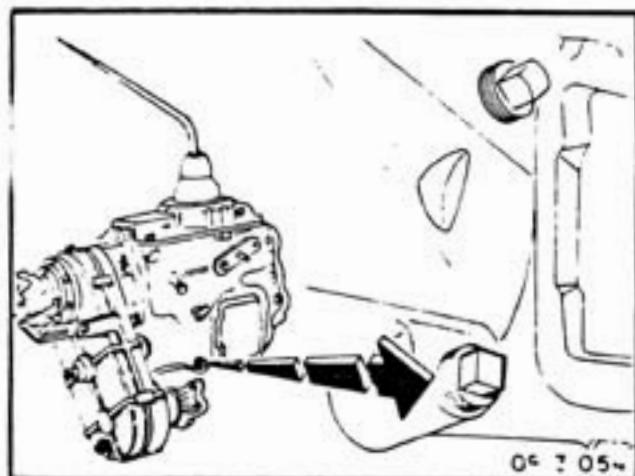

FIGURA 7
1. Colocar um recipiente adequado sob o bujão de escoamento da caixa de mudanças e remover o bujão (figura 7). Deixar escoar o óleo e limpar o bujão.